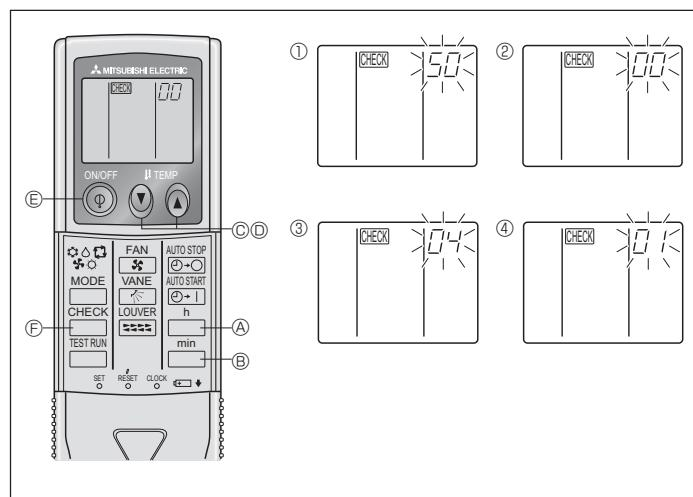

Fig. 6-9
- Druk op de toets MODE G, de modus en de instellingsnummers (I) en (II) zullen continu gaan branden. De instelling kan nu worden bevestigd.
2) Voor de draadloze afstandsbediening (Fig. 6-9)